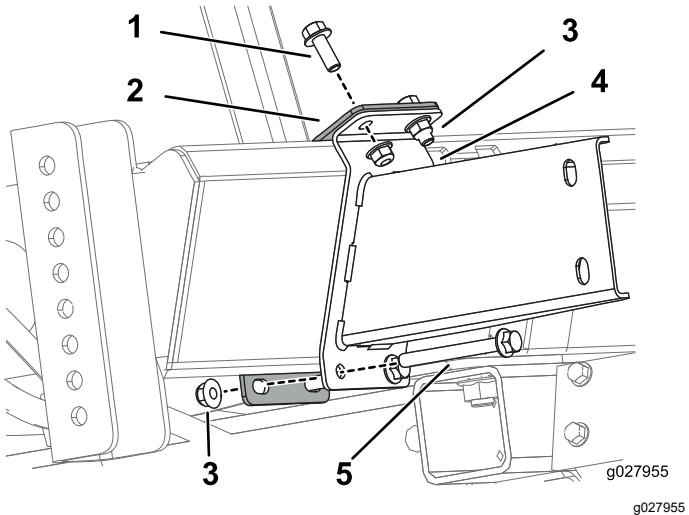

图 11
3. 使用 2 个  $\frac{3}{8}$  英寸 - 16 英寸螺栓、2 个  $\frac{3}{8}$  英寸 - 16 x  $3\frac{1}{2}$  英寸螺栓和 4 个  $\frac{3}{8}$  英寸 - 16 英寸凸缘螺母将下支架和下支架托架安装在一起如 图 11 中所示。